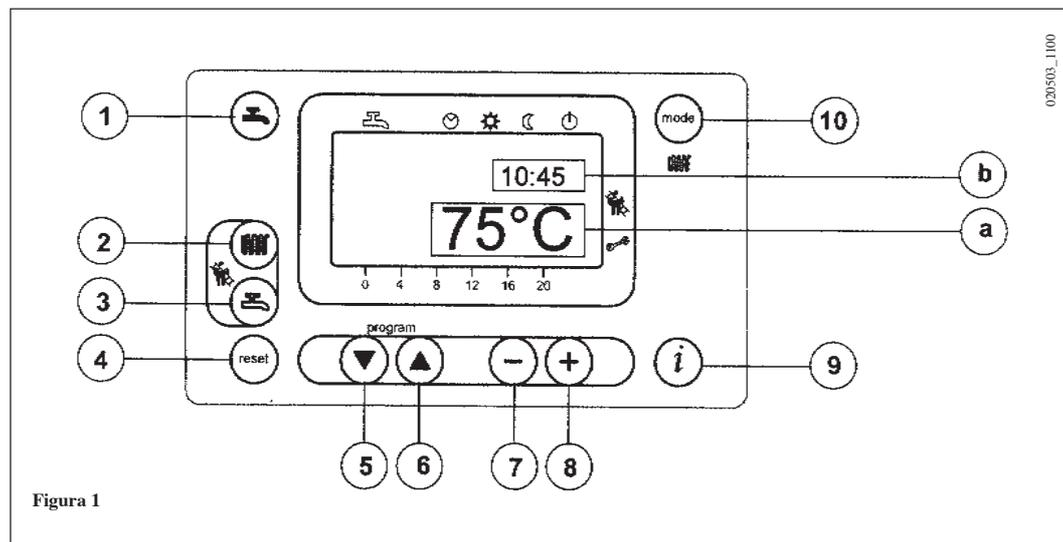
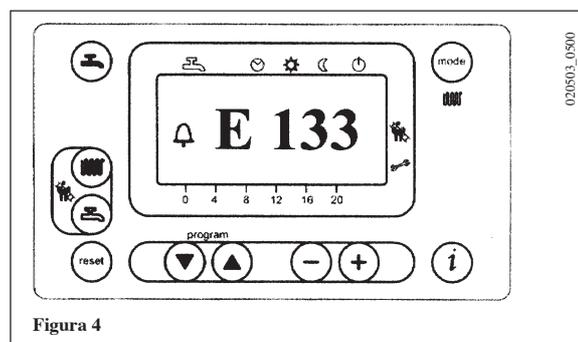

Figura 1
Figura 4
- Premere il tasto (🌊) (2- figura 1) per impostare la temperatura dell'acqua di riscaldamento;
- premere uno dei due tasti (🚿) (mode) (1 o 10 - figura 1) per memorizzare e ritornare al menù principale.
N.b – Con sonda esterna collegata, mediante il tasto (🌊) (2 – figura 1) è possibile effettuare la traslazione della curva di riscaldamento. Premere i tasti (-) (+) per diminuire o aumentare la temperatura ambiente del locale da riscaldare.
- Premere il tasto (🚿) (3- figura 1) per impostare la temperatura massima dell'acqua sanitaria;
Sul display principale (figura 1 a) compaiono le segnalazioni di anomalia assieme al simbolo  (figura 4).